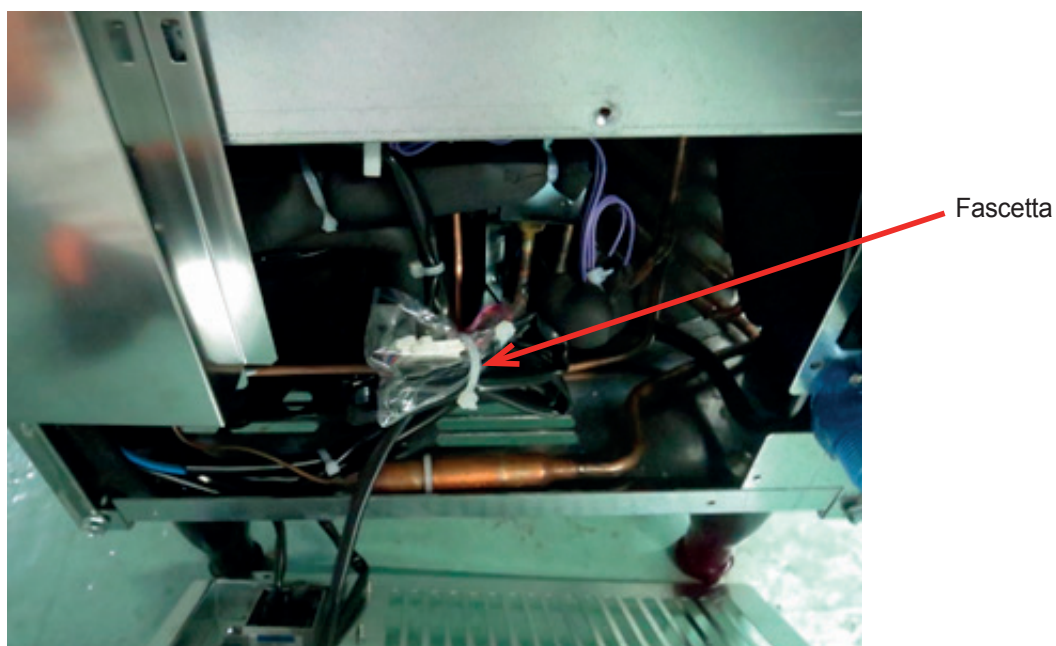

Fig. 32
- 15) Usare una fascetta legacavi (regolandone la lunghezza) per legare il cablaggio del gruppo sensore gas come indicato in Fig. 32.